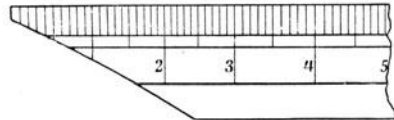

Fig. 131.
h) Stelle die eine Nadel in die Achse des Spiegels und mache durch die andere Nadel die Lage des Bildes kenntlich. Bringe nach dem „Abweichungsverfahren“ (vgl. Aufg. 2, S. 175) diese Nadel und das Bild jener genau zur Deckung. Miß nun mit dem abgeschrägten Millimeterstab (Fig. 131) die Gegenstandsweite *a* und die Bildweite *b*. Stelle die Nadel dreimal ein und nimm aus den Messungen das Mittel.